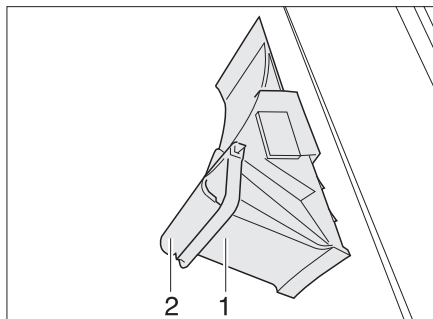

Fig. 15 Cuña de calzo
- Girar el estribo de sujeción (Fig. 15,2) hacia abajo.
- Sacar la cuña de calzo (Fig. 15,1) del soporte.